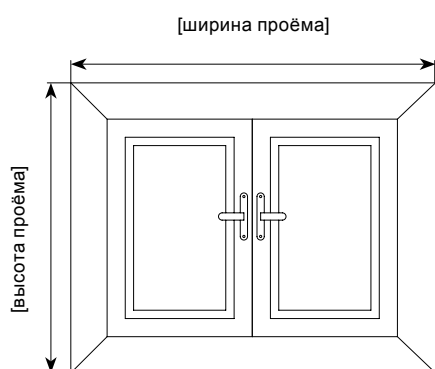

Рис.1. Замер при установке на и в проем
1.1. Если установка **на проем** (рис.1), то рекомендуемый расчет следующий для всех типов штор:
1.2. Если установка **в проем** (рис.1), то замеры рекомендуется снимать не менее чем в трех местах по ширине и высоте. В этом случае шириной проема будет минимальная ширина. Если откосы проема расположены под углом, то замер осуществляется в месте, где подразумевается повесить штору.